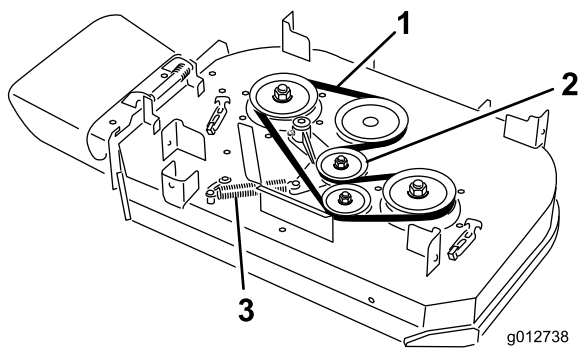

Figure 64
4. Décrochez le ressort du tenon d'ancrage sur le bras de la poulie de tension (Figure 64).
5. Enlevez la courroie usée du plateau de coupe (Figure 64).
6. Montez la courroie neuve sur la poulie d'embrayage, les poulies du plateau de coupe et la poulie de tension (Figure 64).
7. Accrochez le ressort au tenon d'ancrage sur le bras de la poulie de tension (Figure 64).